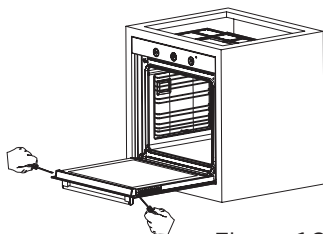
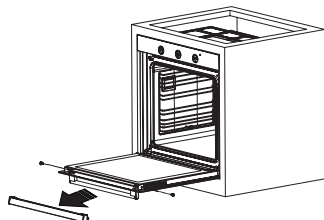
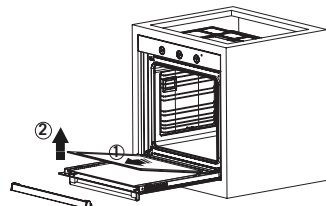

Figure 13
Figure 14
Figure 15
2. Retirez les vis sur les côtés gauche et droit comme indiqué dans la figure 13. Retirez le profilé en tirant vers vous comme indiqué sur la figure 14. Le verre se libère une fois le profilé retiré, comme indiqué sur la figure 15. Tirez le verre qui s'est libéré vers vous avec précaution. Si nécessaire, le verre central peut être retiré de la même manière. La vitre extérieure est fixée sur le profil de porte du four. Vous pouvez facilement nettoyer les verres après les avoir libérés. Une fois le nettoyage et l'entretien terminés, vous pouvez remplacer les verres et le profilé en effectuant la procédure de retrait dans le sens inverse. Assurez-vous que le verre est inséré dans le bon sens et que le profilé est correctement positionné.